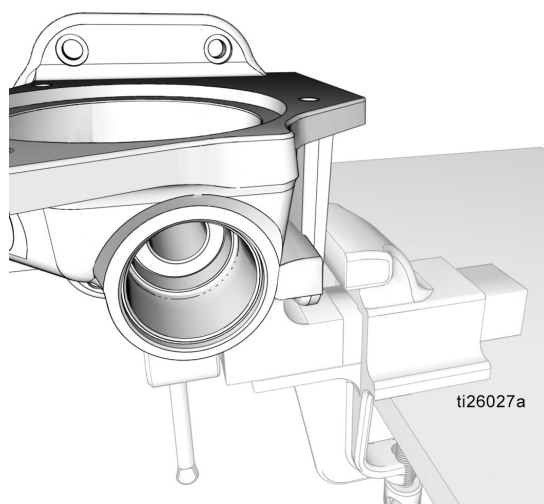

Рис. 42
4. Измените положение основания насоса (1) в тисках, как показано на Рис. 42.